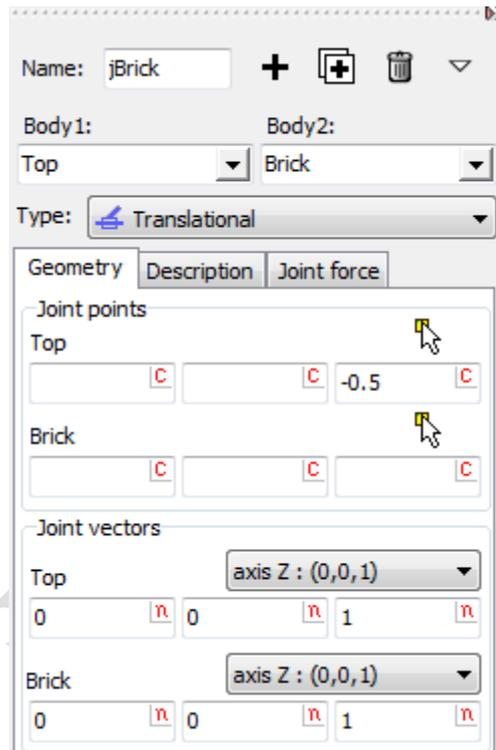

图 2.11 Brick 铰的参数
4. 在 **Body1** 处下拉菜单选择刚体 **Top**, 替换缺省的 **Base0**, 如图 2.11 所示。
5. 在 **Geometry** 页面设置平动铰的参数, 如图 2.11 所示。